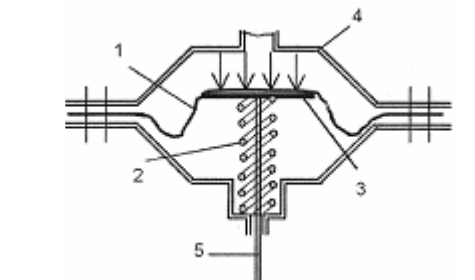

Figura 2
- În figura 2 este reprezentat un element de execuție la care: